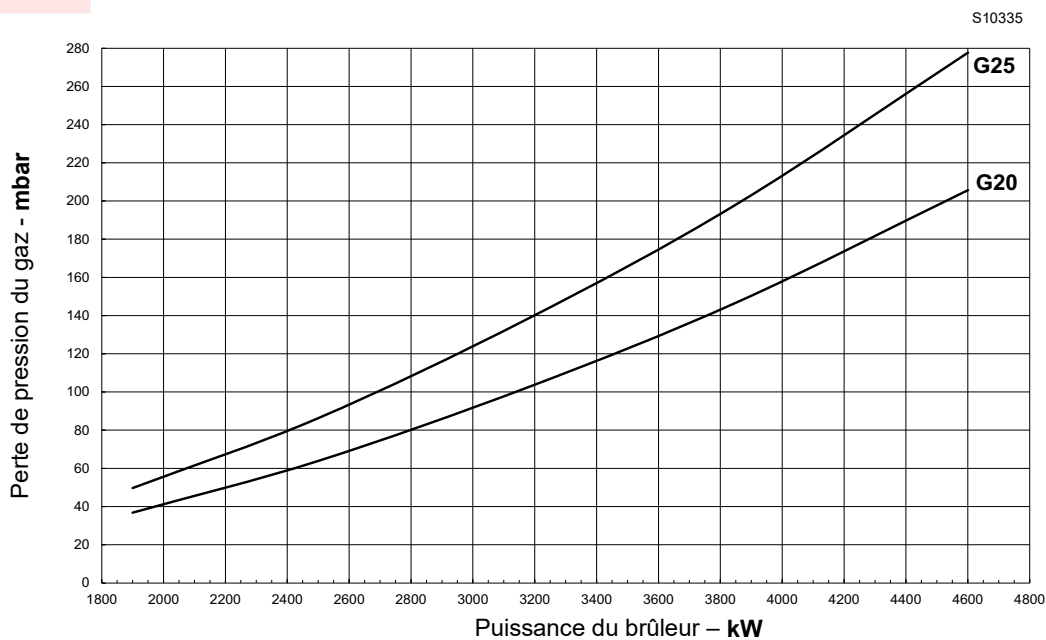

Fig. 24
- Introduire la valeur en mbar (Fig. 24) et lire la puissance correspondante sur la ligne.
- Lire la pression à la prise P1)(Fig. 24).
Pression requise à la prise P1)(Fig. 24).